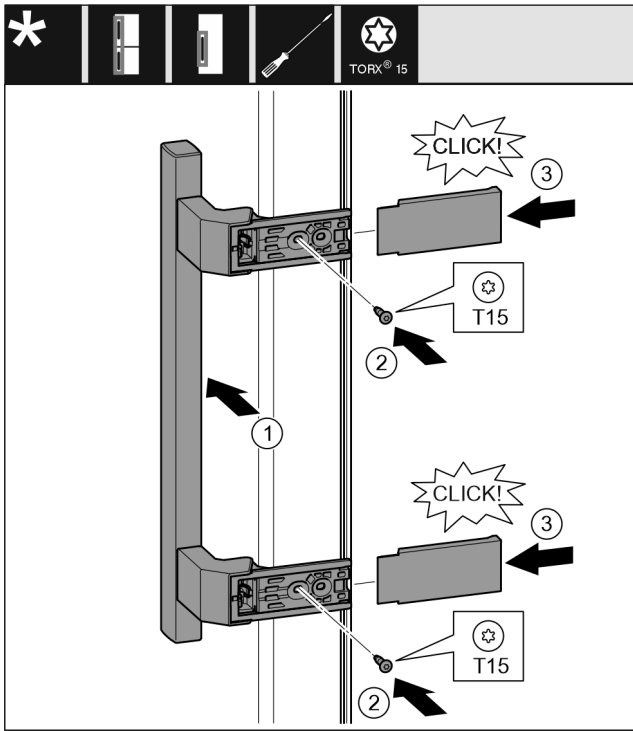

Fig. 23
- ▶ Встановіть ручку з протилежного боку. Fig. 23 (1)
- ▶ За допомогою викрутки T15 закрутіть гвинти. Fig. 23 (2)
- ▶ Встановіть збоку кришки і посуньте їх. Fig. 23 (3)